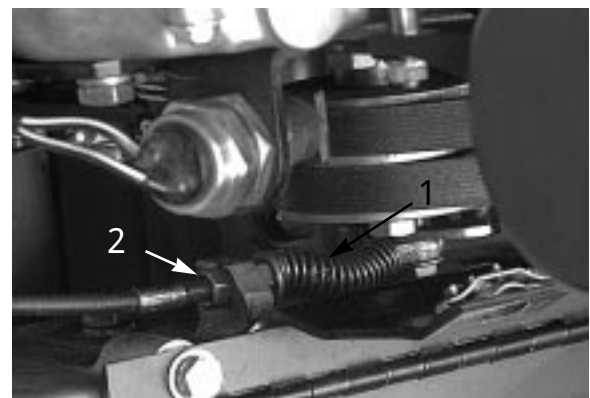

図 44
2. Vベルト・カバーを固定しているリテーナをゆるめてカバーを開く (図44)。
3. 前ジャムナットをゆるめ、後ジャムナットを締めるとケーブルは締まる (図44)。約1.4 ~ 2.3 kg の力でブレーキが掛かるように調整する。力の計測はレバー・ノブの部分で行う。ブレーキ・バンドが締めまりっぱなしにならないよう注意する。